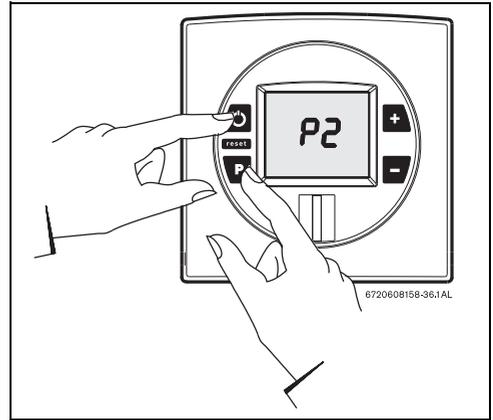

Fig. 45
- ▶ Mantener pulsada la tecla de programación y pulsar el interruptor principal ON/OFF para conectar el aparato (consultar la Fig. 45).